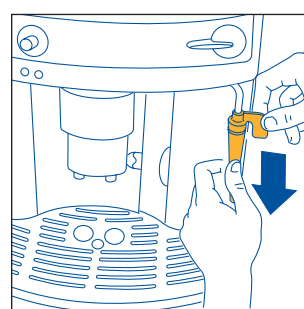

Fig.26
- Haal stoempijpje van de afgiftepomp, door deze naar beneden te trekken (fig. 26).